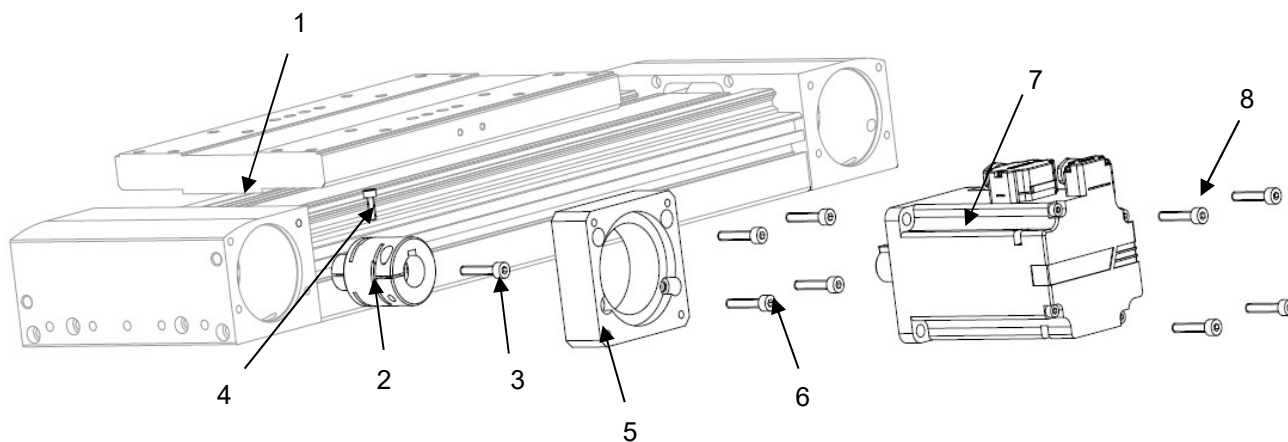

Рисунок 2 – Установка двигателя с помощью монтажного комплекта модели AM-EGT
1.4.2.1 Схема для установки редуктора (см. рисунок 2):